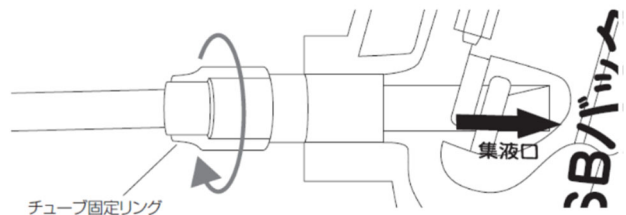

図6
12. チューブ固定リングを集液口に向かって右回転させて突き当たるまで捻じ込んでチューブ固定をする。(図6)
- 3) チューブ固定リングを集液口に向かって右回転させて突き当たるまで捻じ込んでチューブ固定をする。（図6）